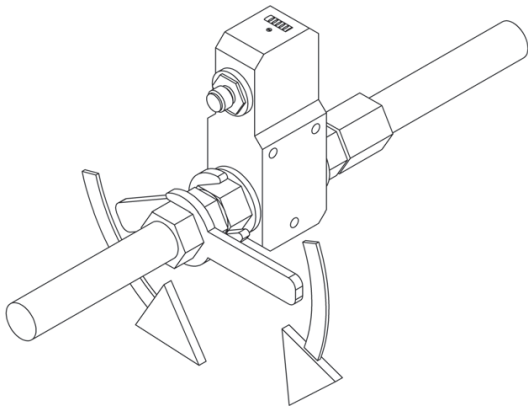
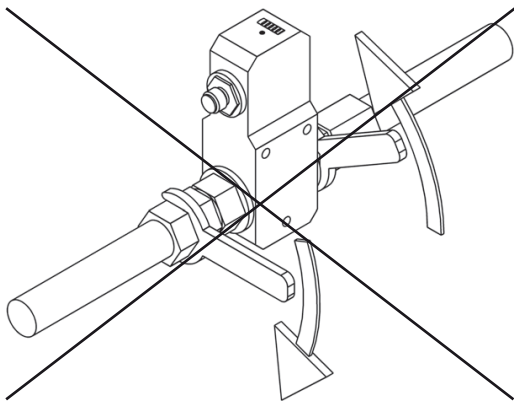

Bild 7: Beispiel Scherkräfte
Bild 8: Negativbeispiel Scherkräfte
Bei Montage und im Betrieb keine Scherkräfte zwischen den Prozessanschlüssen des Sensors erzeugen (siehe Bild 7).
- ▶ Bei der Montage und im Betrieb darauf achten, dass keine Scherkräfte auftreten können (siehe Bild 7 und Bild 8).